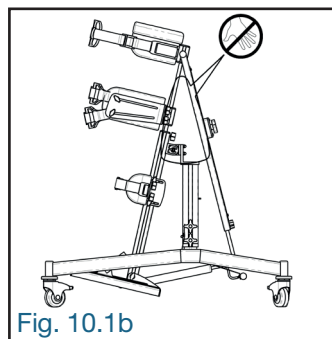

Fig. 10.1b
• Lors de l'ajustement de la hauteur du produit, en desserrant les deux boutons de blocage (A) au dos du châssis et les deux boutons de blocage (B) au bas du plateau stabilisateur, NE PAS mettre les doigts et les mains entre le bloc des hanches (C) et le stabilisateur (D) ainsi qu'à l'intérieur de la partie triangulaire (Fig. 10.1b).